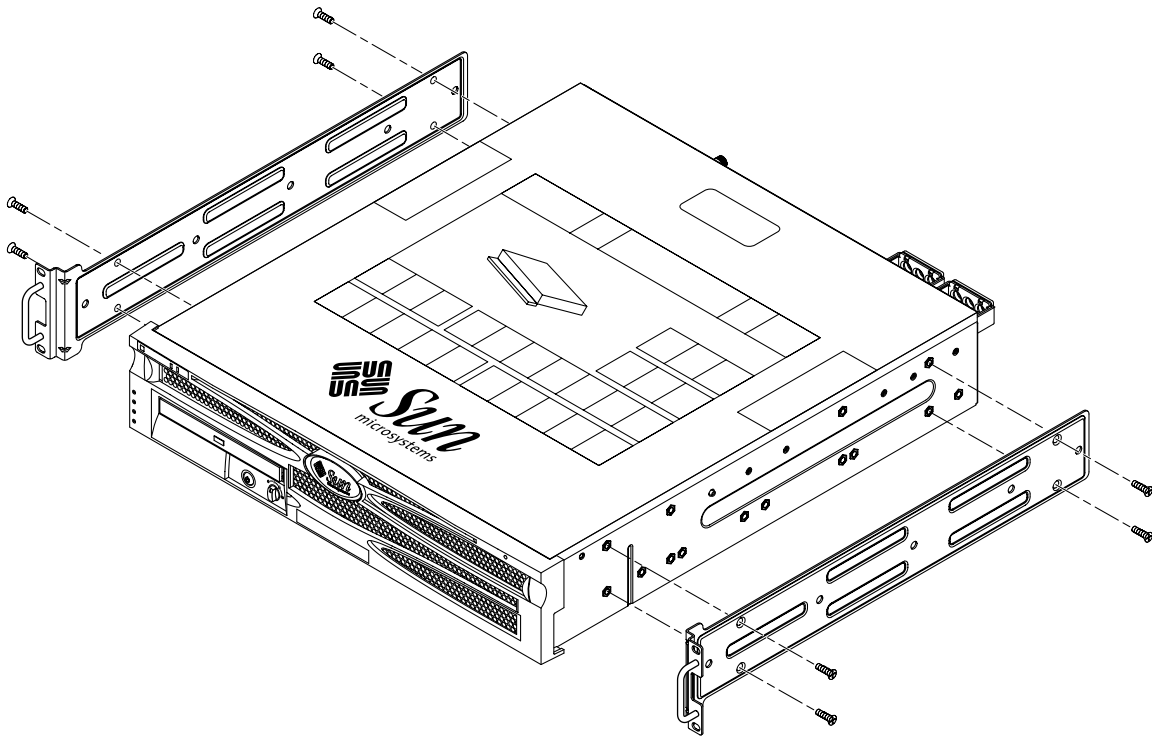

ABBILDUNG 3-7 Befestigen der Festmontagewinkel am Server
2. Befestigen Sie unter Verwendung der mitgelieferten M5-Kreuzschlitz-Senkkopfschrauben × (8 mm) (je vier Schrauben pro Winkel) die Montagewinkel seitlich am Server (ABBILDUNG 3-7).